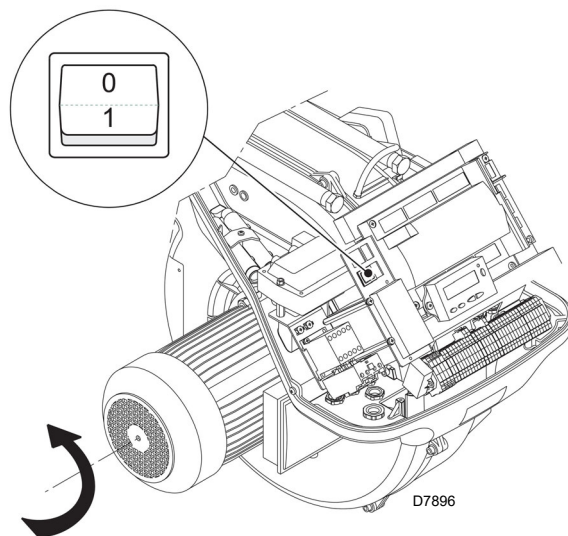

Fig. 28
Chiudere i termostati/pressostati e mettere l'interruttore di Fig. 28 in posizione "1".
Appena il bruciatore si avvia posizionarsi quindi di fronte alla ventola di raffreddamento del motore ventilatore e verificare che questa ruoti in senso antiorario. Vedi Fig. 28.
- mettere l'interruttore di Fig. 28 in posizione "0" ed attendere che il controllo fiamma esegua la fase di spegnimento;
Il bruciatore è nello stato di attesa richiesta calore o il selettore "0-1" (Fig. 28 a pag. 34) è sulla posizione "0".
Con il selettore "0-1" (Fig. 28 a pag. 34) il bruciatore non si arresta immediatamente, ma avviene la fase di spegnimento.